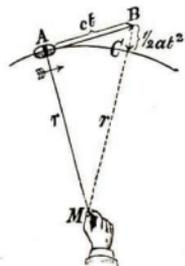

Abb. 46. Schleuder
1. Die einfachste Kreisbewegung ergibt sich, wenn man z. B. einen Körper an einer straff gespannten Schnur, die am Ende (M in Abb. 46) festgehalten wird, rasch im Kreise herumlaufen läßt. (Schleuder.)